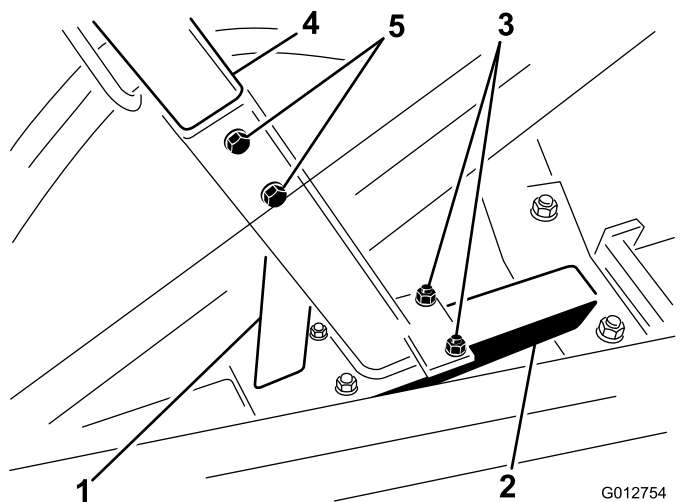

图 5
1. 如图 5 所示用 2 个 U 形螺栓和 4 个凸缘螺母 $\frac{3}{8}$ 英寸将下控制塔松散地固定到中心机架管上。
2. 如图 5 所示使用 2 个平头螺丝 $\frac{3}{8} \times 2\frac{3}{4}$ 英寸和 2 个凸缘螺母 $\frac{3}{8}$ 英寸将上控制塔安装到下控制塔上。